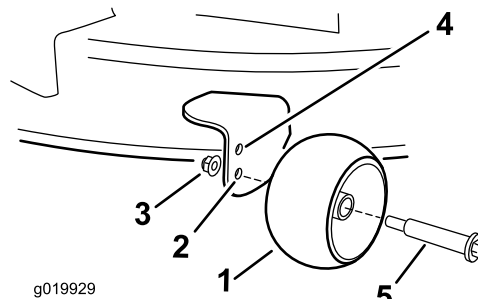

Bild 22
Schnitthöheneinstellung 63 mm oder niedriger ist (Bild 22).
- Unterer Loch: Verwenden Sie diese Stellung, wenn das Mähwerk in der Schnitthöheneinstellung 76 mm oder höher ist (Bild 22).